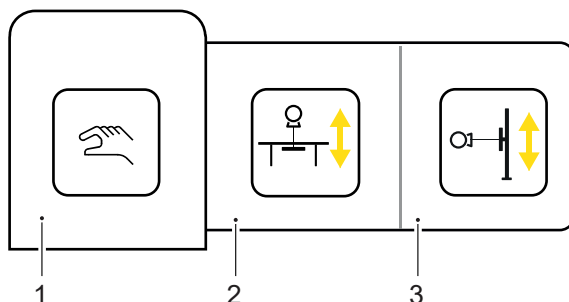

Fig. 3-10 Activation du suivi
1. Appuyez sur le bouton *Activation du suivi automatique* à l'écran et sélectionnez *Tableau*, #2, voir **Fig. 3-10**.
1. Appuyez sur le *bouton Activation du suivi automatique et sélectionnez Support mural* , #3, voir **Fig. 3-10**.